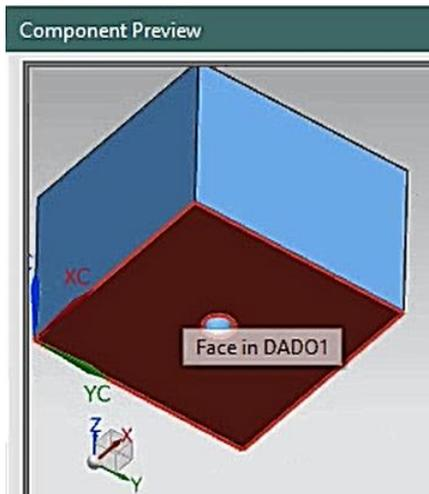
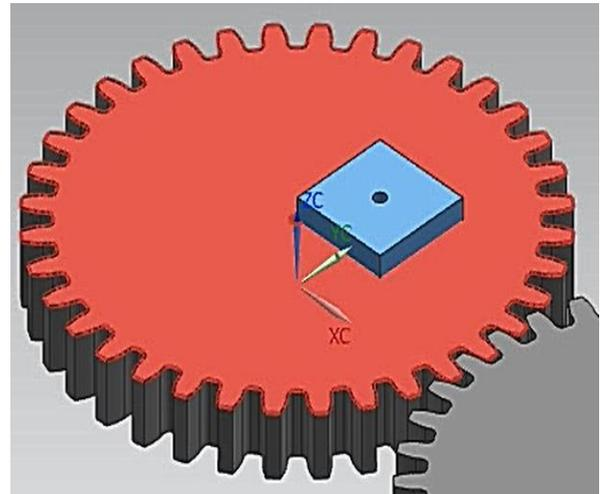

Figura 1.18 Cara inferior de pieza **dado1.prt**.
Figura 1.19 Cara superior de pieza **engrane1.prt**.
- Dar click en la cara inferior de la pieza **dado1.prt** (Figura 1.18) y posteriormente en la cara superior de **engrane1.prt** (Figura 1.19).